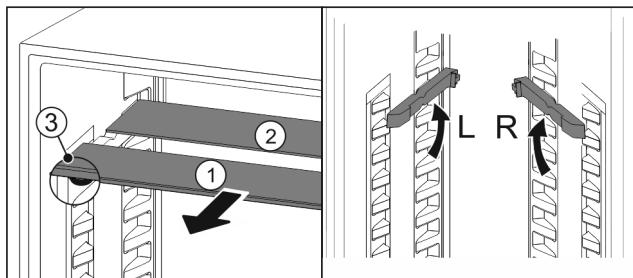

Fig. 122
- ▶ 将玻璃隔板逐向前拉出 Fig. 122 (1)。
- ▶ 带装饰条的玻璃隔板 Fig. 122 (1) 在前。
- ▶ 阻挡装置 Fig. 122 (3) 指向下方。